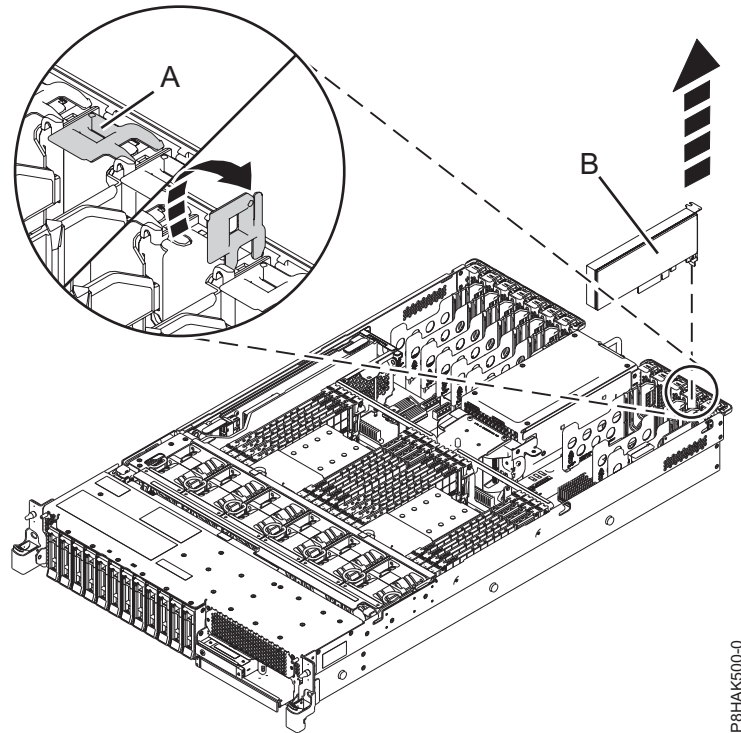

図 15. 5148-21L、5148-22L、 8247-21L、8247-22L、8284-21A、または 8284-22A システムからの PCIe アダプターの取り外し
2. ターゲット・スロットのアダプター・ラッチ **(A)** をオープン位置に設定するには、システムの背面にあるラッチ **(A)** を示されている方向に回転させます 31 ページの図 15
3. アダプター **(B)** の上端またはテール・ストックを注意して持ち、アダプターをスロットから取り外します (下図を参照)。 31 ページの図 15